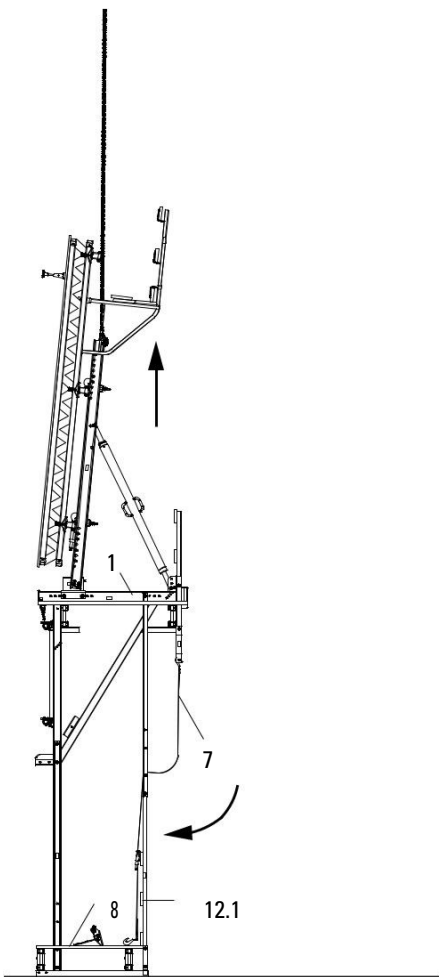

Fig. B1.27
7. Бавно повдигнете платформата. Долната платформа (8) се установява под работната (1).
8. Парпети: закрепете парпетите (12.1) към ръбовете на платформата с винтове M8 x 70, виж C1 Парпети. (Fig. B1.27)